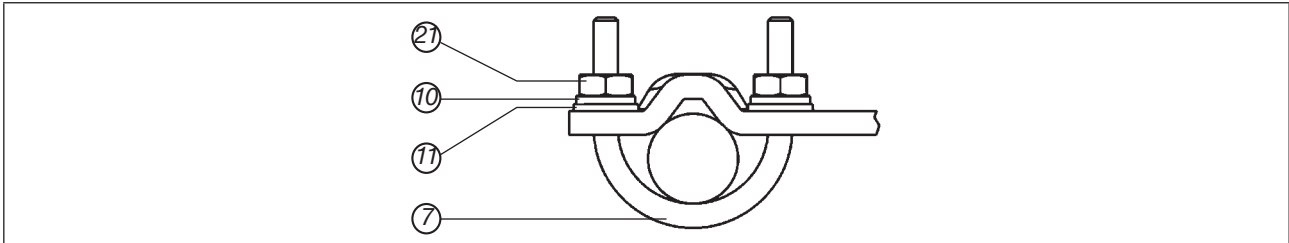

Bild 26: Positioner mit Anbauwinkel befestigen; bei Antrieben mit Säulenjoch
→ Anbauwinkel mit den U-Bolzen ⑦, Scheiben ⑪, Federringen ⑩ und Sechskantmuttern ② am Säulenjoch befestigen (siehe „Bild 26“).